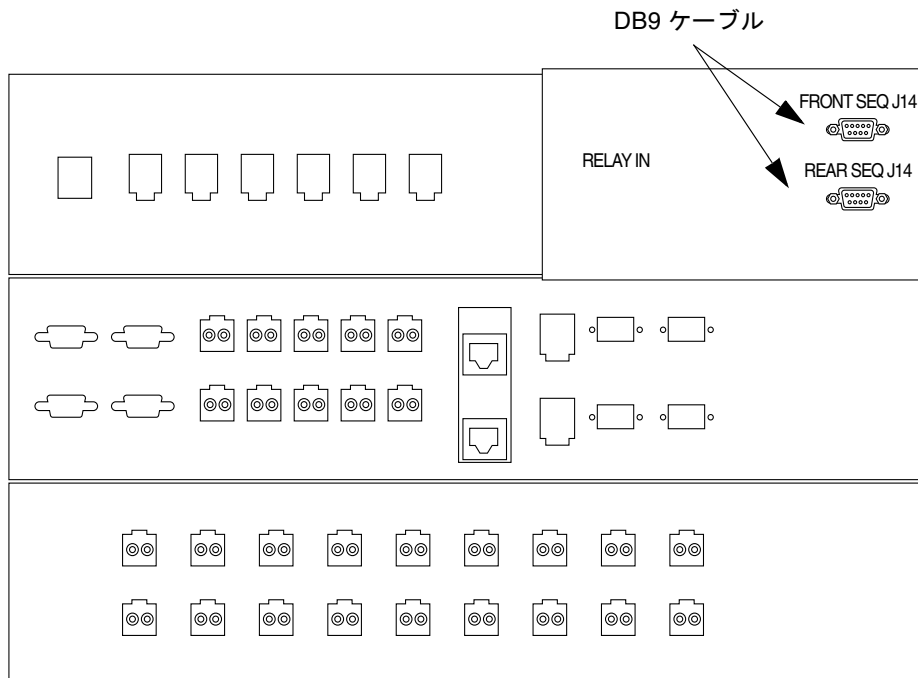

図 B-2 Service Processor パネル内側の正面および背面電源シーケンサの接続 (ベースキャビネット)
5. Service Processor パネル背面のリレーパネル近くに緩く留められた 2 本の DB9 ケーブルがあることを確認します。J14 to PP Front Seq J14 In と記されたケーブルは Service Processor パネル背面の FRONT SEQ J14、J14 to PP Rear Seq J14 In と記されたケーブルは REAR SEQ J14 にそれぞれ接続します (図 B-2)。
これらのケーブルによって、Storage Service Processor は、システムに遠隔電源投入および切断処理機能があることを認識できます。図 B-2 は、ベースキャビネットの Service Processor パネルの背面と FRONT SEQ J14 および REAR SEQ J14 コネクタの位置を示しています。